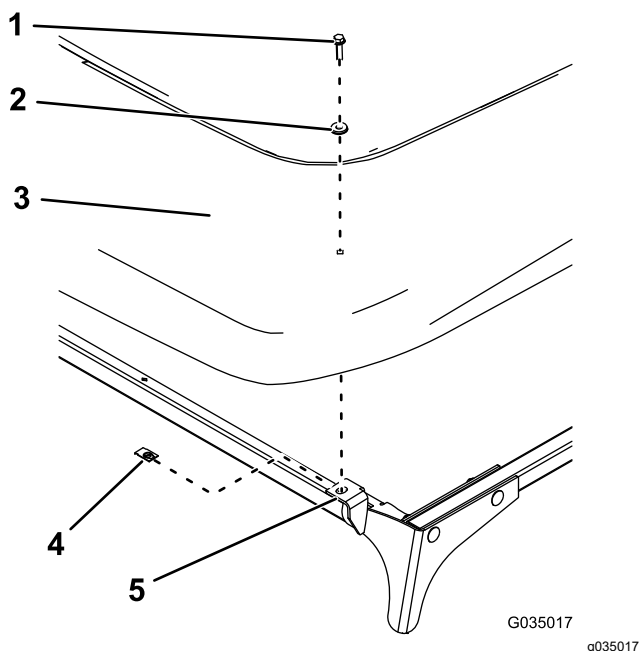

图 64
1. 如图 64 所示用 2 个夹子、2 个密封垫圈和 2 个六角头螺栓 $\frac{1}{4} \times 1$ 英寸将遮阳篷安装到前安装板上。